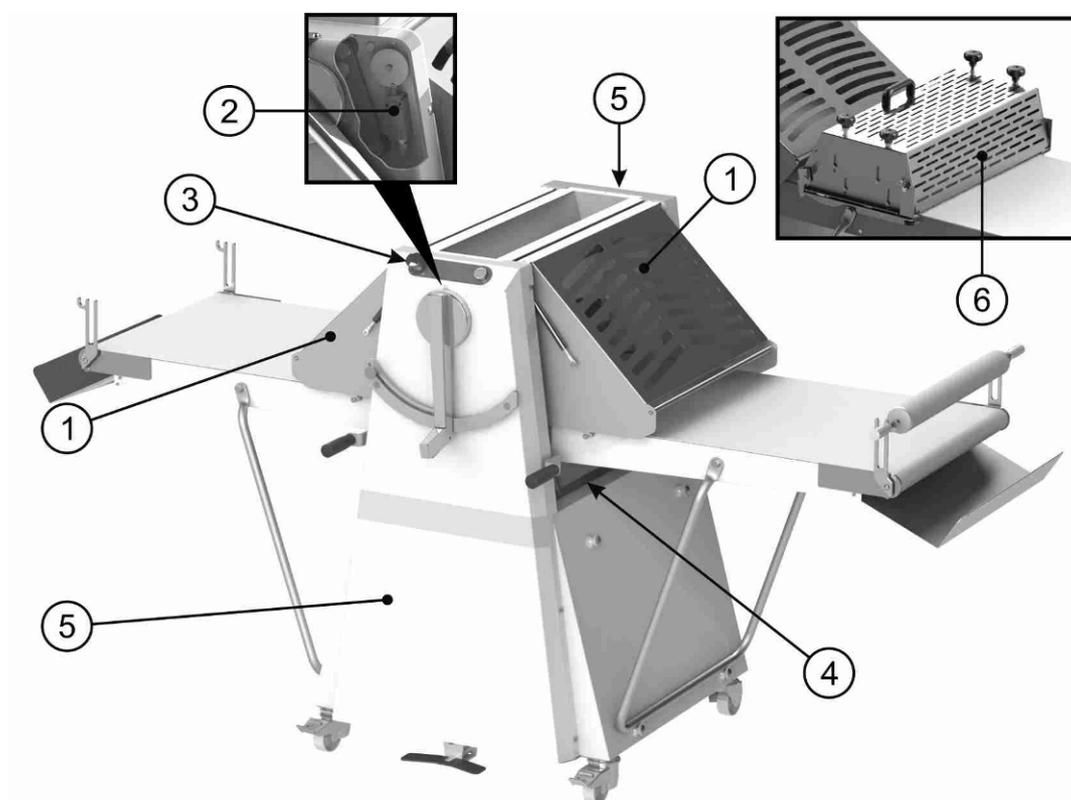

Рисунок 19
На Рисунок 19 изображены устройства безопасности, которыми оснащено оборудование:
3. Визуальный контроль блокировочных механизмов съёмных защитных устройств из.2 Рисунок 19 согласно нормативам UNI EN 1674:2015 раздел 5.2.1.1. Переместите концевую меру длины высотой 65 мм между лентой и защитным устройством цилиндра, которое при поднятии должно активизировать микровыключатель. Кнопка запуска из.5 Рисунок 4 должна отключиться, в противном случае необходимо обратиться к техническому персоналу для регуляции микровыключателя и обеспечения нормальной работы машины.